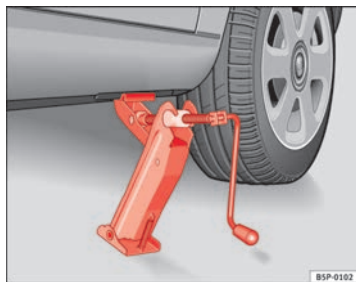

Fig. 181 Posizionamento del cric
- Applicare il cric in modo che la staffa faccia presa in corrispondenza della nervatura del montante inferiore e che la base mobile appoggi bene a terra ⇒ fig. 181.